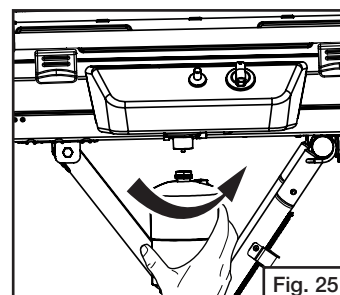

Fig. 25
- Retirez le bouchon de plastique de la bouteille de propane et vissez le régulateur à la bouteille en le serrant à la main. (Fig. 25)